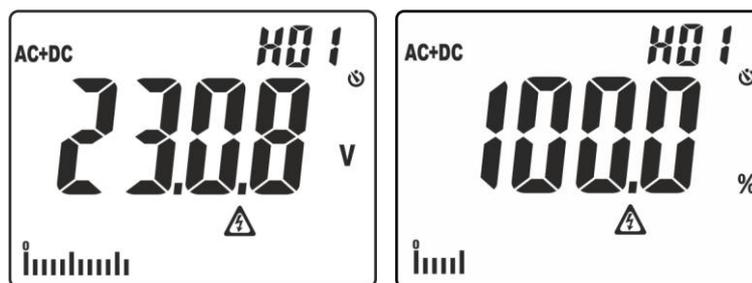

Fig. 3: Visualizzazione ampiezze analisi armonica
- Pressione semplice del tasto per visualizzazione ampiezze delle armoniche di tensione e corrente fino al 25° ordine (**Hdc, H01... H25**) in formato assoluto o percentuale in rapporto alle fondamentali dei segnali in ingresso (per valori di tensione VAC >0.5V e corrente AC > 0.5A e frequenza compresa tra 42.5Hz ÷ 69Hz) e il valore percentuale del parametro **THD%** (vedere § 9.3) come mostrato in Fig. 3. Usare i tasti  $\blacktriangle$ /ZERO e  $\blacktriangledown$ / $\text{Ⓜ}$  per aumentare/diminuire l'ordine dell'armonica